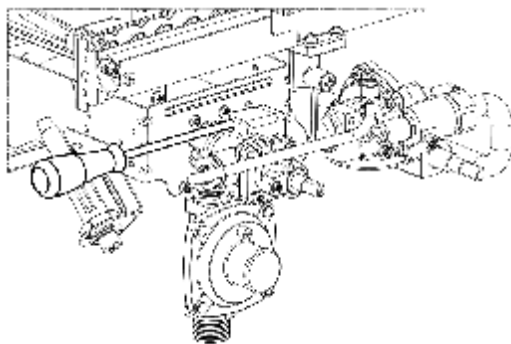

Рисунок 12
- 2.7.6 Выкрутите 4 винта из газового блока (рисунок 12).